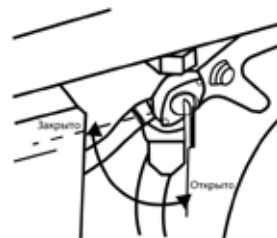

Рис. 7
1. Откройте топливный кран (Рис. 7)